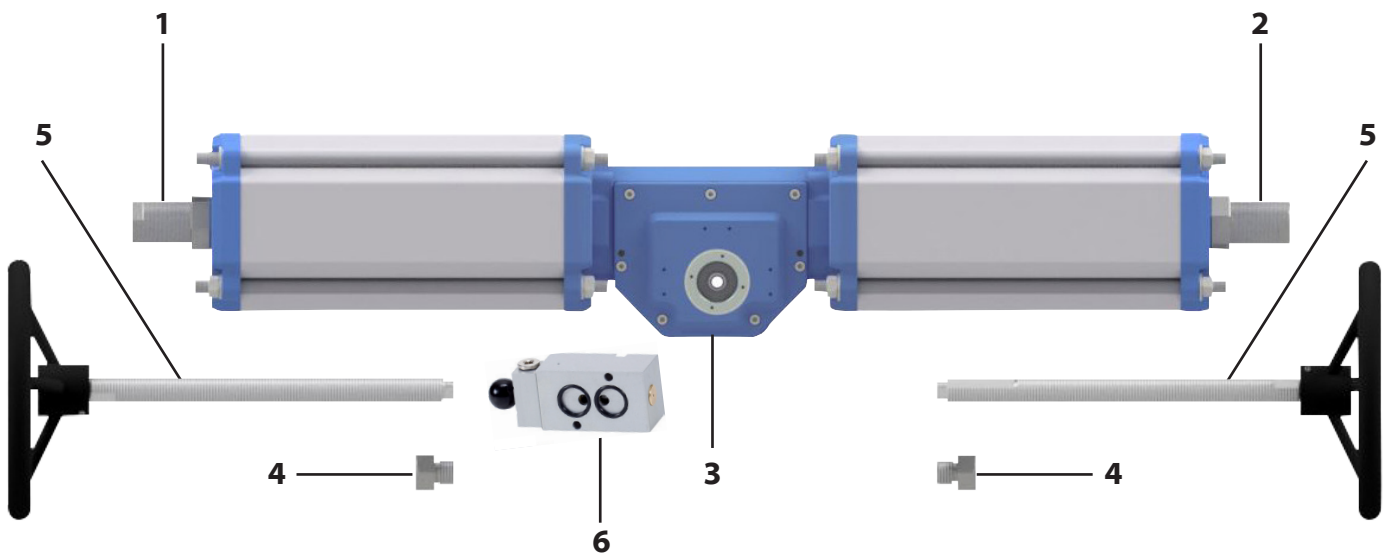

Fig.1-1 Översikt
2. Skruva ur pluggarna (→ Fig.1-1/4) ifrån ställdonet. **OBS! Luft kommer att läcka ut.**
3. Montera rattarna (→ Fig.1-1/5) på respektive sida av ställdonet.
När en ratt är monterad i position 2 (→ Fig.1-1/2) så öppnas ventilen när rattan vrids medurs.
När en ratt är monterad i position 1 (→ Fig.1-1/) så stängs ventilen när rattan vrids medurs.